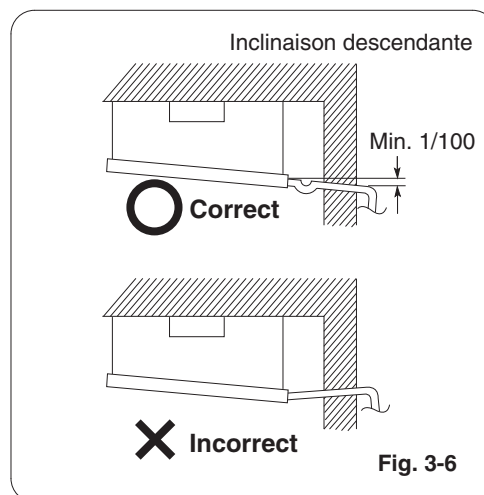

Fig. 3-6
- (3) Assurez-vous que le tube de vidange a une inclinaison descendante (1/100 ou plus). (Voir la Fig. 3-6)
- (4) Le tube de vidange avec siphon doit être installé à l'écart de l'unité intérieure.
- (5) Ne forcez pas l'installation du tube de vidange sur la tuyauterie de l'unité intérieure, sous peine de provoquer une fuite d'eau.
- (6) Le tube de vidange doit être fixé au plus près de l'unité intérieure, sous peine de provoquer une fuite d'eau.
- (7) Ne fixez pas d'équipement de purge d'air. Autrement, l'eau vidangée peut être projetée hors du tube de vidange.
- (8) Lorsque la tuyauterie de vidange est terminée, effectuez un test de fuite d'eau et vérifiez l'absence de fuite d'eau. Une fuite d'eau ou de la condensation est possible.
- (9) Lorsque la tuyauterie de vidange est terminée, effectuez un test de vidange pour voir si l'eau se vidange sans problème. Une fuite d'eau ou de la condensation est possible.
- (10) Une fois la tuyauterie de vidange terminée, enroulez le matériau d'isolation autour du tube de vidange côté intérieur. À cette étape, n'enroulez pas ensemble la tuyauterie du réfrigérant. S'ils sont enroulés ensemble, le tube de vidange se soulève et la vidange de l'eau ne fonctionne pas. Par conséquent, l'eau sort du carter de vidange et peut fuir.